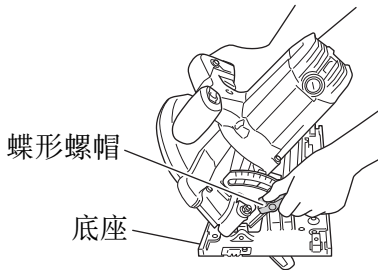
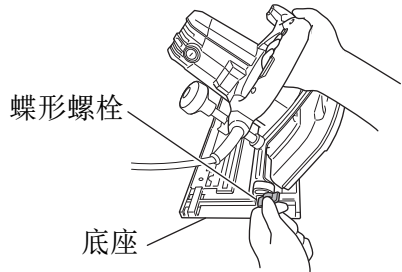
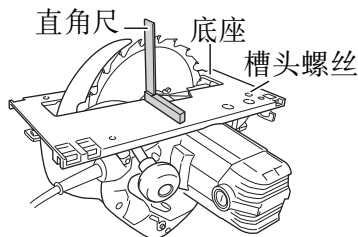

图 6
图 7
图 17
如图 6、图 7 所示拧松斜规上的蝶形螺帽和底座上的蝶形螺栓，根据底座的情况，锯片可能倾斜至 45 度的最大角度。完成调整之后，确认蝶形螺帽和蝶形螺栓是否拧紧。
- (1) 将底座转向上方（图 17）并拧松蝶形螺栓（第 10 页的图 6, 7）。